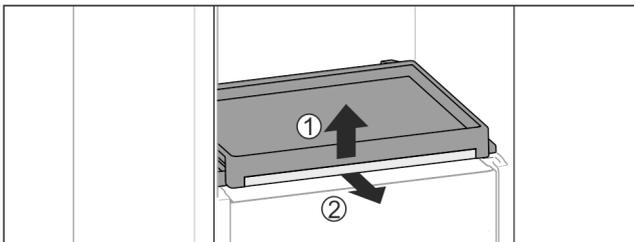

Fig. 132
- ▶ Auszugsbord mit Glasplatte entnehmen: Glasplatte vorne leicht anheben Fig. 132 (1) und nach vorne herausziehen Fig. 132 (2).